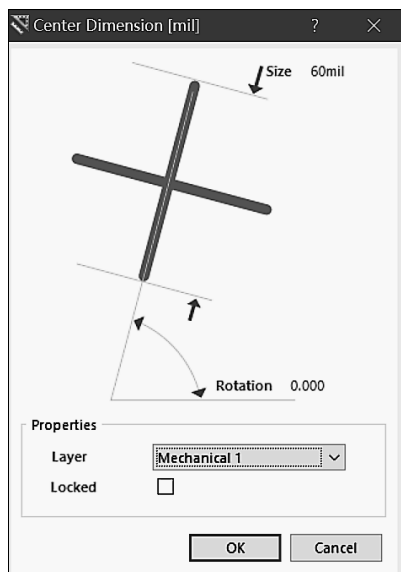

图 8-1-19 Center Dimension 对话框
(2) 按【Tab】键，打开如图 8-1-19 所示的 Center Dimension 对话框。